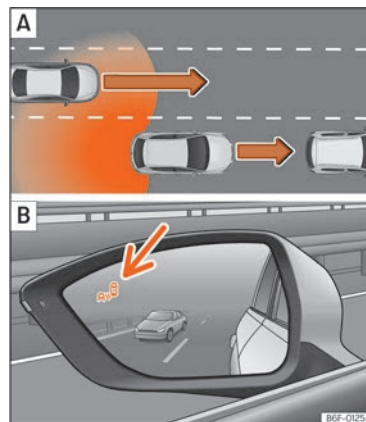
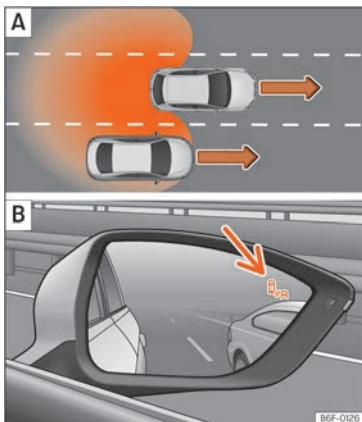

Abb. 117 Schematische Darstellung: **A** Überholen mit Verkehr im hinteren Bereich. **B** Anzeige des Spurwechselassistenten links.
Abb. 118 Schematische Darstellung:
- Bei einer Überholung durch ein anderes Fahrzeug >>> **(Abb. 117)** **A**.
- Bei Überholung eines anderen Fahrzeugs >>> **(Abb. 118)** **A** mit einer Geschwindigkeitsdifferenz von ca. 10 km/h (6 mph). Erfolgt die Überholung wesentlich schneller, erfolgt keine Anzeige.
In folgenden Situationen wird die Anzeige in der Kontrollleuchte >>> **(Abb. 117)** **B** (Pfeil) oder >>> **(Abb. 118)** **B** (Pfeil) dargestellt: